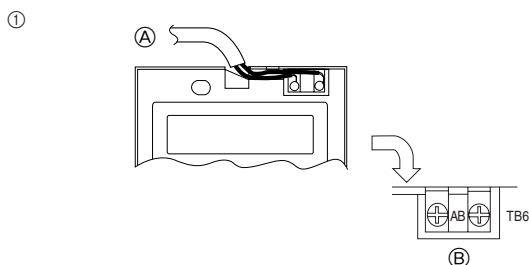

Fig. 5-4
2) Операции соединения (Fig. 5-4)
- ① Подсоедините шнур пульта дистанционного управления к блоку терминалов.